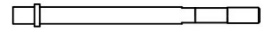
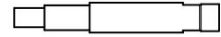

Figure 3: Mandrin d'écrou à sertir
Figure 4: Mandrin de goujon à sertir
1. Sélectionnez le mandrin approprié pour la taille d'écrou ou de goujon à sertir à utiliser. Veuillez voir Figure 3 et Figure 4 pour les exemples des mandrins des écrous à sertir et des mandrins des goujons à sertir.